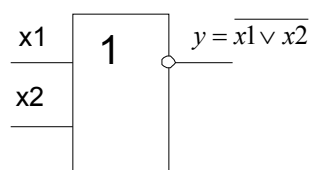

Рис. 159
4. Элемент Пирса. Этот элемент, реализующий функцию отрицания дизъюнкции, называется ИЛИ-НЕ (смотрите рис. 159, 160). $y = \overline{x_1 \vee x_2}$.